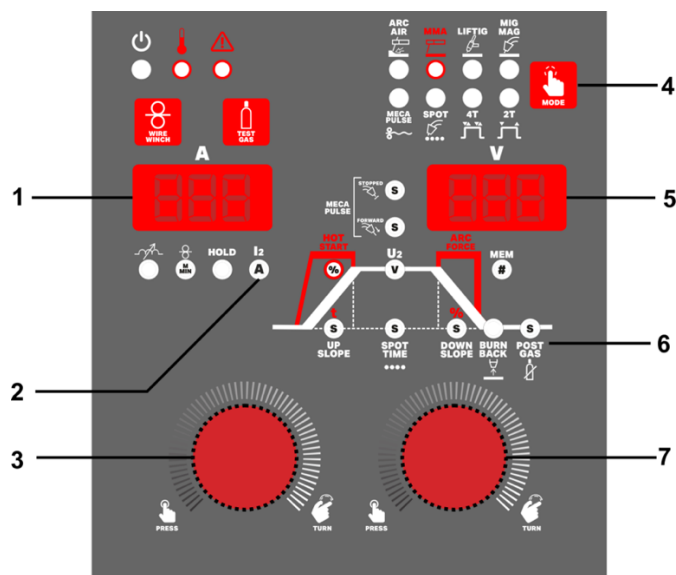

Fig.8
- Selecteer MMA (staafelektrode) lassen door op modustoets 4 (Afb. 8) te drukken totdat de MMA LED oplicht.